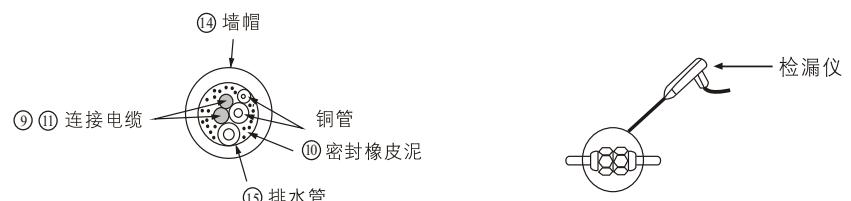
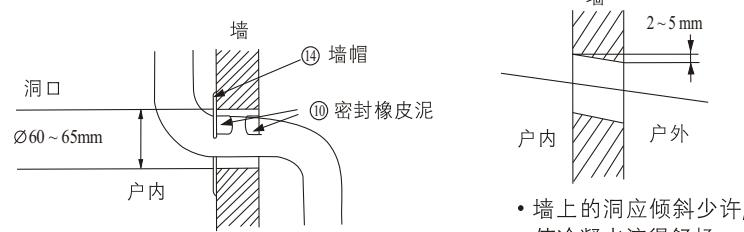

图36
图34
- 2 用附件⑭ 墙帽及附件⑯ 密封橡皮泥来整理墙上的洞,如图34、图35及图36。